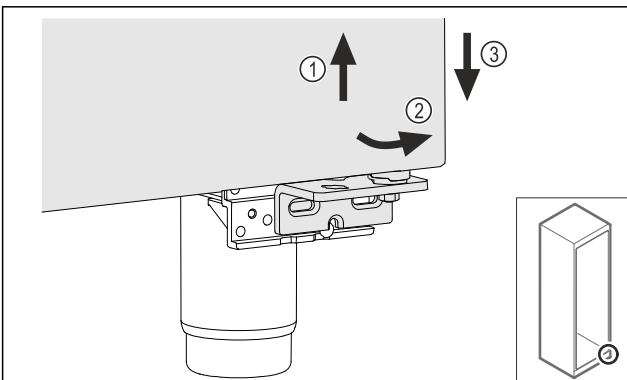

Fig. 24
- ▶ Kissé emelje meg az ajtót Fig. 24 (1), billentse előre az alját Fig. 24 (2), és eressze le Fig. 24 (3).